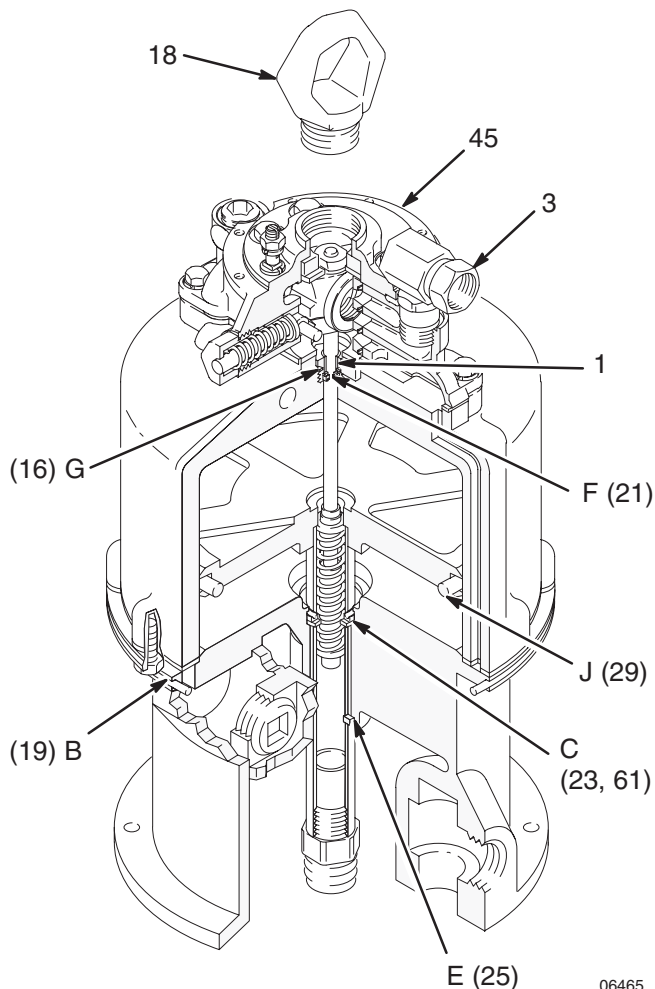

Fig. 2
Para volver a poner en marcha un motor calado, retire la argolla de elevación (18) del alojamiento de retención (45) y utilice un destornillador para empujar hacia abajo el alojamiento de la válvula neumática (30). Vea la Fig. 2.
Para localizar una fuga de aire, corte el suministro de aire y desconecte la manguera de aire. Desenrosque del colector de aire (3) la pieza de unión de entrada (41). Retire el escudo de protección (51), y después vuelva a enroscar la pieza de unión en el colector. Conecte la manguera de aire y ponga en marcha el suministro de aire. No exceda una presión de entrada de aire de 0,28 MPa (2,8 bar). Utilice los métodos listados a continuación, en el Cuadro de Comprobación, para determinar las fugas. Consulte la Fig. 2.